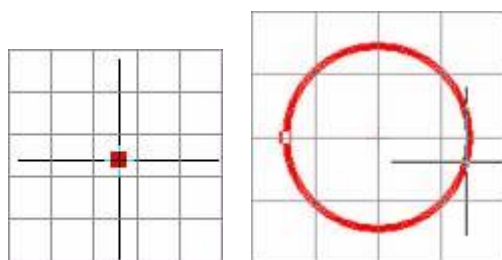

图 5 — 64 圆心选取 图 5 — 65 确定圆弧半径
- （3）将鼠标移动到合适位置，选择圆弧的半径，右击鼠标，如图 5 — 65 所示。
- （4）移动鼠标在圆弧的开始和结尾处时都单击鼠标，确定圆弧起始位置和终止位置，如图 5 — 66 所示。